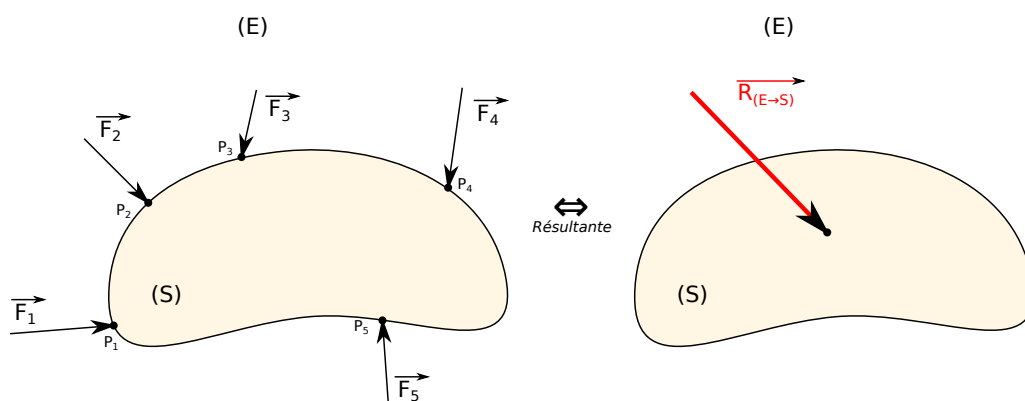

FIGURE 1 – Résultante des actions mécaniques.
Soit un corps S subissant de la part d'un ensemble (E) une action mécanique modélisée localement par " n " forces $\vec{F}_{i(E \rightarrow S)}$ de points d'application P_i (fig. 1). On définit alors le vecteur suivant :
Soit un corps S subissant de la part d'un ensemble (E) une action mécanique modélisée localement par " n " forces \vec{F}_i , de points d'application P_i (fig. 1). On appelle **moment résultant en A de la résultante \vec{F}_i** , le vecteur